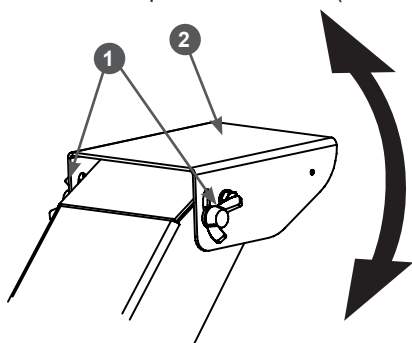

Рис. 18. Регулировка положения дефлектора
6. Отрегулируйте дефлектор жёлоба выброса. Если требуется, чтобы продукты измельчения выбрасывались в контейнер – наклоните дефлектор вниз. Если сбор продуктов измельчения не требуется – поднимите дефлектор вверх (Рис. 18). Для регулировки ослабьте натяжку барашковых гаек 1, установите дефлектор 2 в требуемое положение после чего затяните барашковые гайки (Рис. 18).